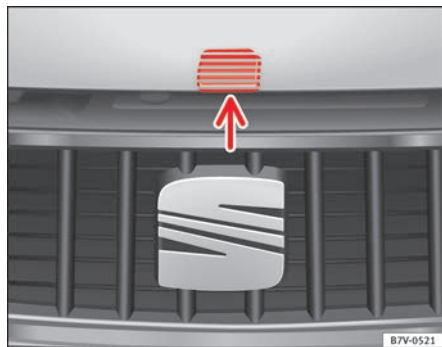

Fig. 167 Manípulo de destrancagem para a abertura do capot do motor na grelha do radiador.
- Levante o capot pelo manípulo de destrancagem ⇒ Fig. 167 (seta) e abra-o. O capot do motor é suportado por uma mola a gás.